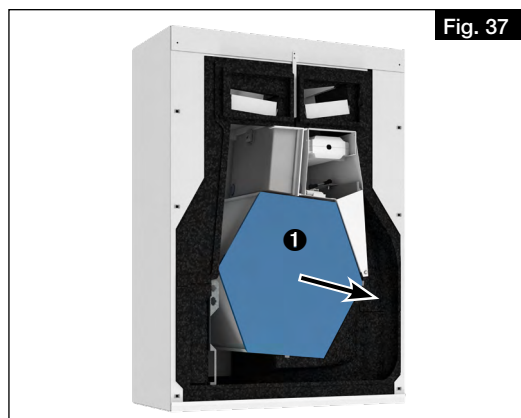

Fig. 37
3. Retirer l'échangeur à contre-courant ❶ avec précaution de l'appareil (voir Fig. 37).